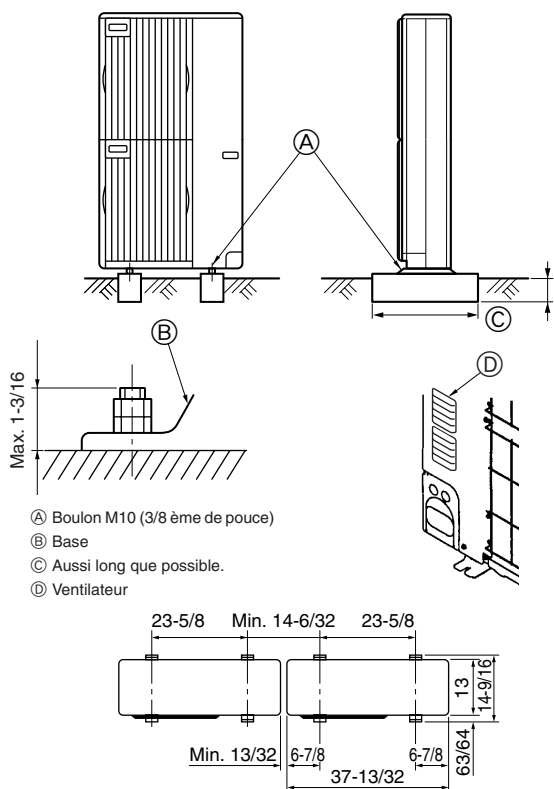

Fig. 3-1
• Bien installer l'appareil sur une surface solide et de niveau, de façon à éviter tout bruit de crécelle pendant le fonctionnement. (Fig. 3-1)